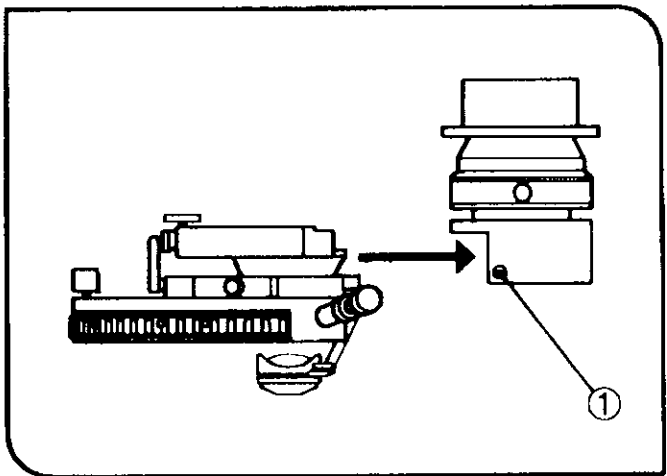

图 95
(图 95 和 96)
1. 使用六角改锥，拧松 1X ADUCD UCD 适配器上的两个固定螺丝 1 (图 95)
3. 使用六角改锥，拧紧两个固定螺丝 1D (图 95)